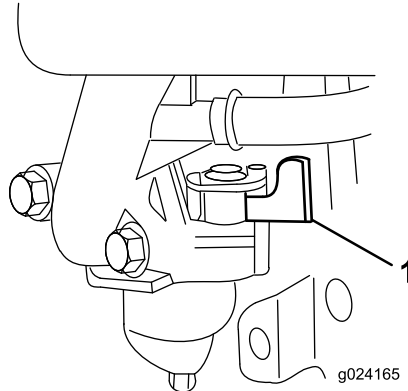

Figura 14
2. Abra la válvula de combustible moviendo la palanca de la válvula de combustible a la **derecha** (Figura 14).